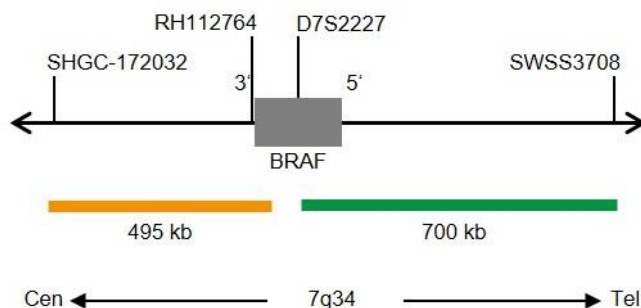

Fig. 1: SPEC BRAF Mapa de la sonda (no está a escala)
- Polinucleótidos marcados en verde (excitación a 503 nm/emisión a 528 nm) ZyGreen (~10 ng/μl), dirigidos a secuencias localizadas en 7q34* (chr7:140,535,100-141,233,856) distales a la región del punto de ruptura de BRAF (ver Fig. 1).
- Polinucleótidos marcados en naranja (excitación a 547 nm/emisión a 572 nm) ZyOrange (~4,5 ng/μl), dirigidos a secuencias localizadas en 7q34* (chr7:139,972,721-140,469,362) proximales a la región del punto de ruptura de BRAF (ver Fig. 1).